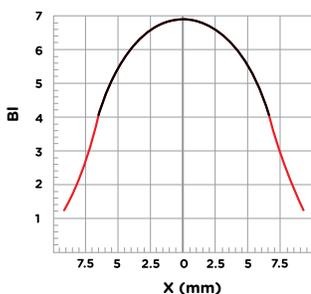

Fig 4.
На рис. 4 и 5 ниже приведена зависимость силы в магнитном зазоре (пропорциональной напряженности поля BL), а также жесткости подвеса  $K_{ms}$  динамика, используемого в напольной акустической системе Signature C50, от смещения X в мм. Сила пропорциональна произведению напряженности поля BL на длину звуковой катушки в зазоре. Проще говоря, это измеренная сила, которая воздействует на диффузор громкоговорителя. Тут важна не сама величина силы, а ее линейная зависимость от движения диффузора при перемещении между крайними положениями. (Вертикальная осевая линия представляет собой нейтральное положение звуковой катушки, до того, как к ней будет приложена сила. Слева от этой точки катушка движется назад (-) а справа - вперед (+). Важно понимать, что кривая BL в теории должна быть симметричной, т.е. сила сбалансированной по обе стороны от нейтрального положения звуковой катушки (0.0 x мм). Жесткость подвеса  $K_{ms}$  (X) является мерой упругости во время перемещения, которая является функцией геометрии центрирующей шайбы и подвеса, и она должна иметь похожий — сбалансированный вид, хотя и перевернутый. Если эти оптимальные условия не выполняются, то динамик будет страдать излишним сжатием динамического диапазона, а нелинейность зависимости приводит к потере верности воспроизводимого звука оригинальному сигналу.